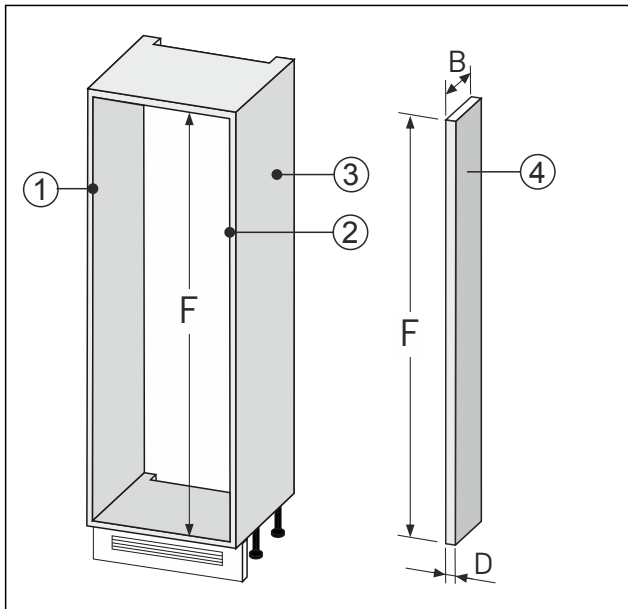

Fig. 92
- Réaliser le rattrapage de paroi Fig. 92 (4) selon les dimensions indiquées ci-dessus.